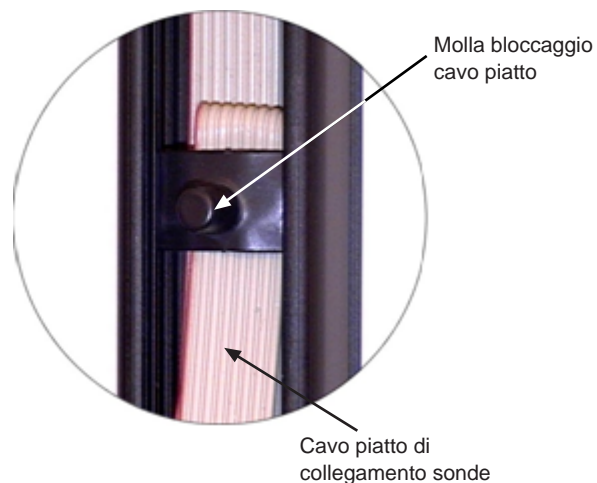

Fig. 6
- 9) sistemare il cavo piatto delle sonde all'interno del profilo e bloccarlo con la molletta fornita in dotazione (Fig. 6);